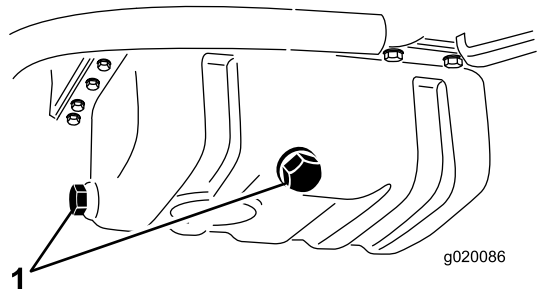

图 56
1. 拆下排油塞 (图 56) 让油流入放油盘。油不再流时安装排油塞。